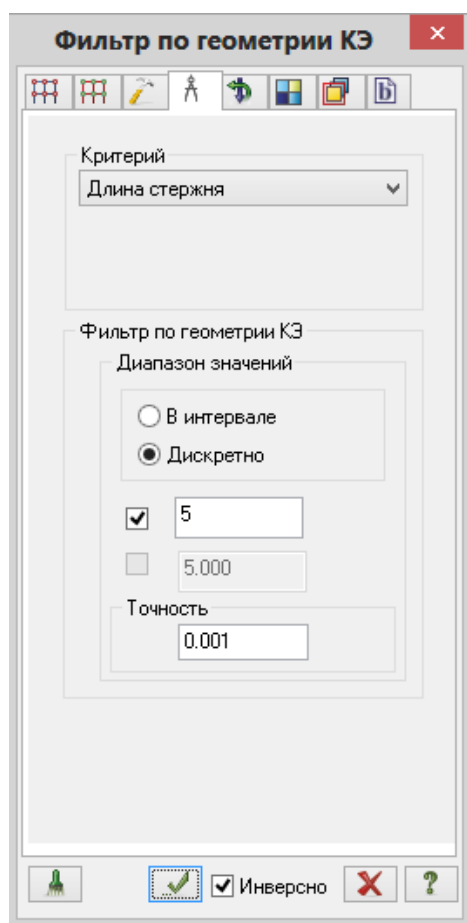

Рис.4.5. Диалоговое окно **Фильтр по геометрии КЭ**
- В этом окне перейдите на четвертую закладку **Фильтр по геометрии КЭ** (рис.4.5) и задайте параметры: